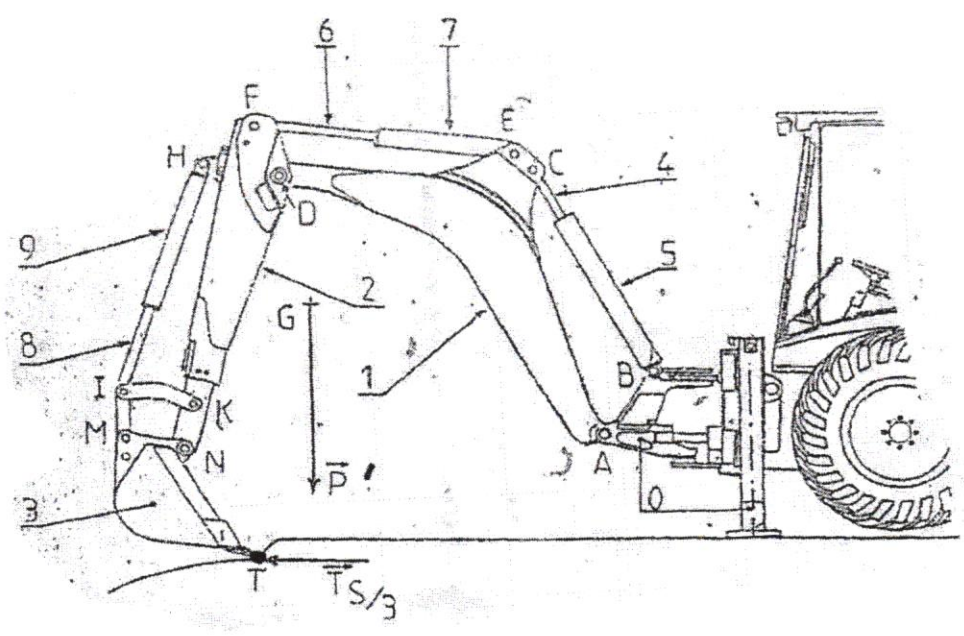

Figure 2
- Le déplacement du godet 3 se fait par l'intermédiaire de 3 vérins hydrauliques (figure2) :